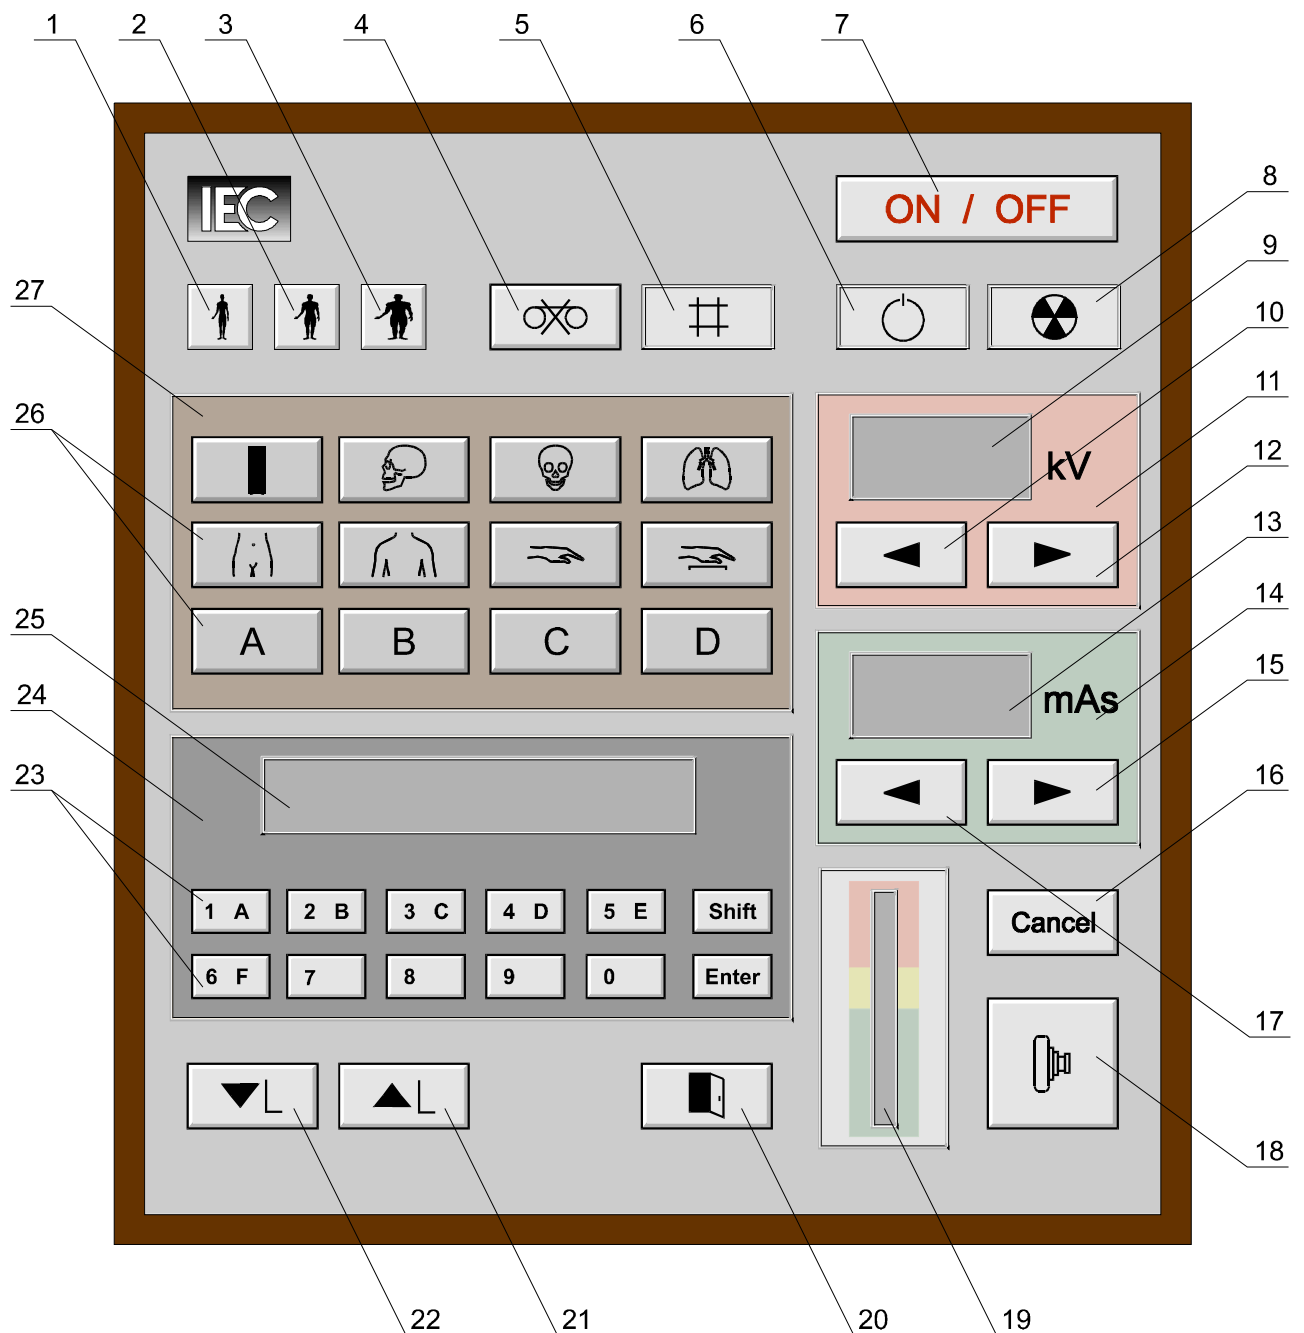

Рис. 1. Внешний вид пульта управления.
4.3. Внешний вид пульта управления показан на рис. 1. Лицевая панель пульта разделена на несколько функциональных зон управления, каждая из которых имеет свой цветовой оттенок.
6.1.2. Используя клавиши управления анодным напряжением 10 и 12 установите необходимое значение на индикаторе 9 «kV» (см. рис.1). Реакция пульта управления на нажатие клавиш следующая.